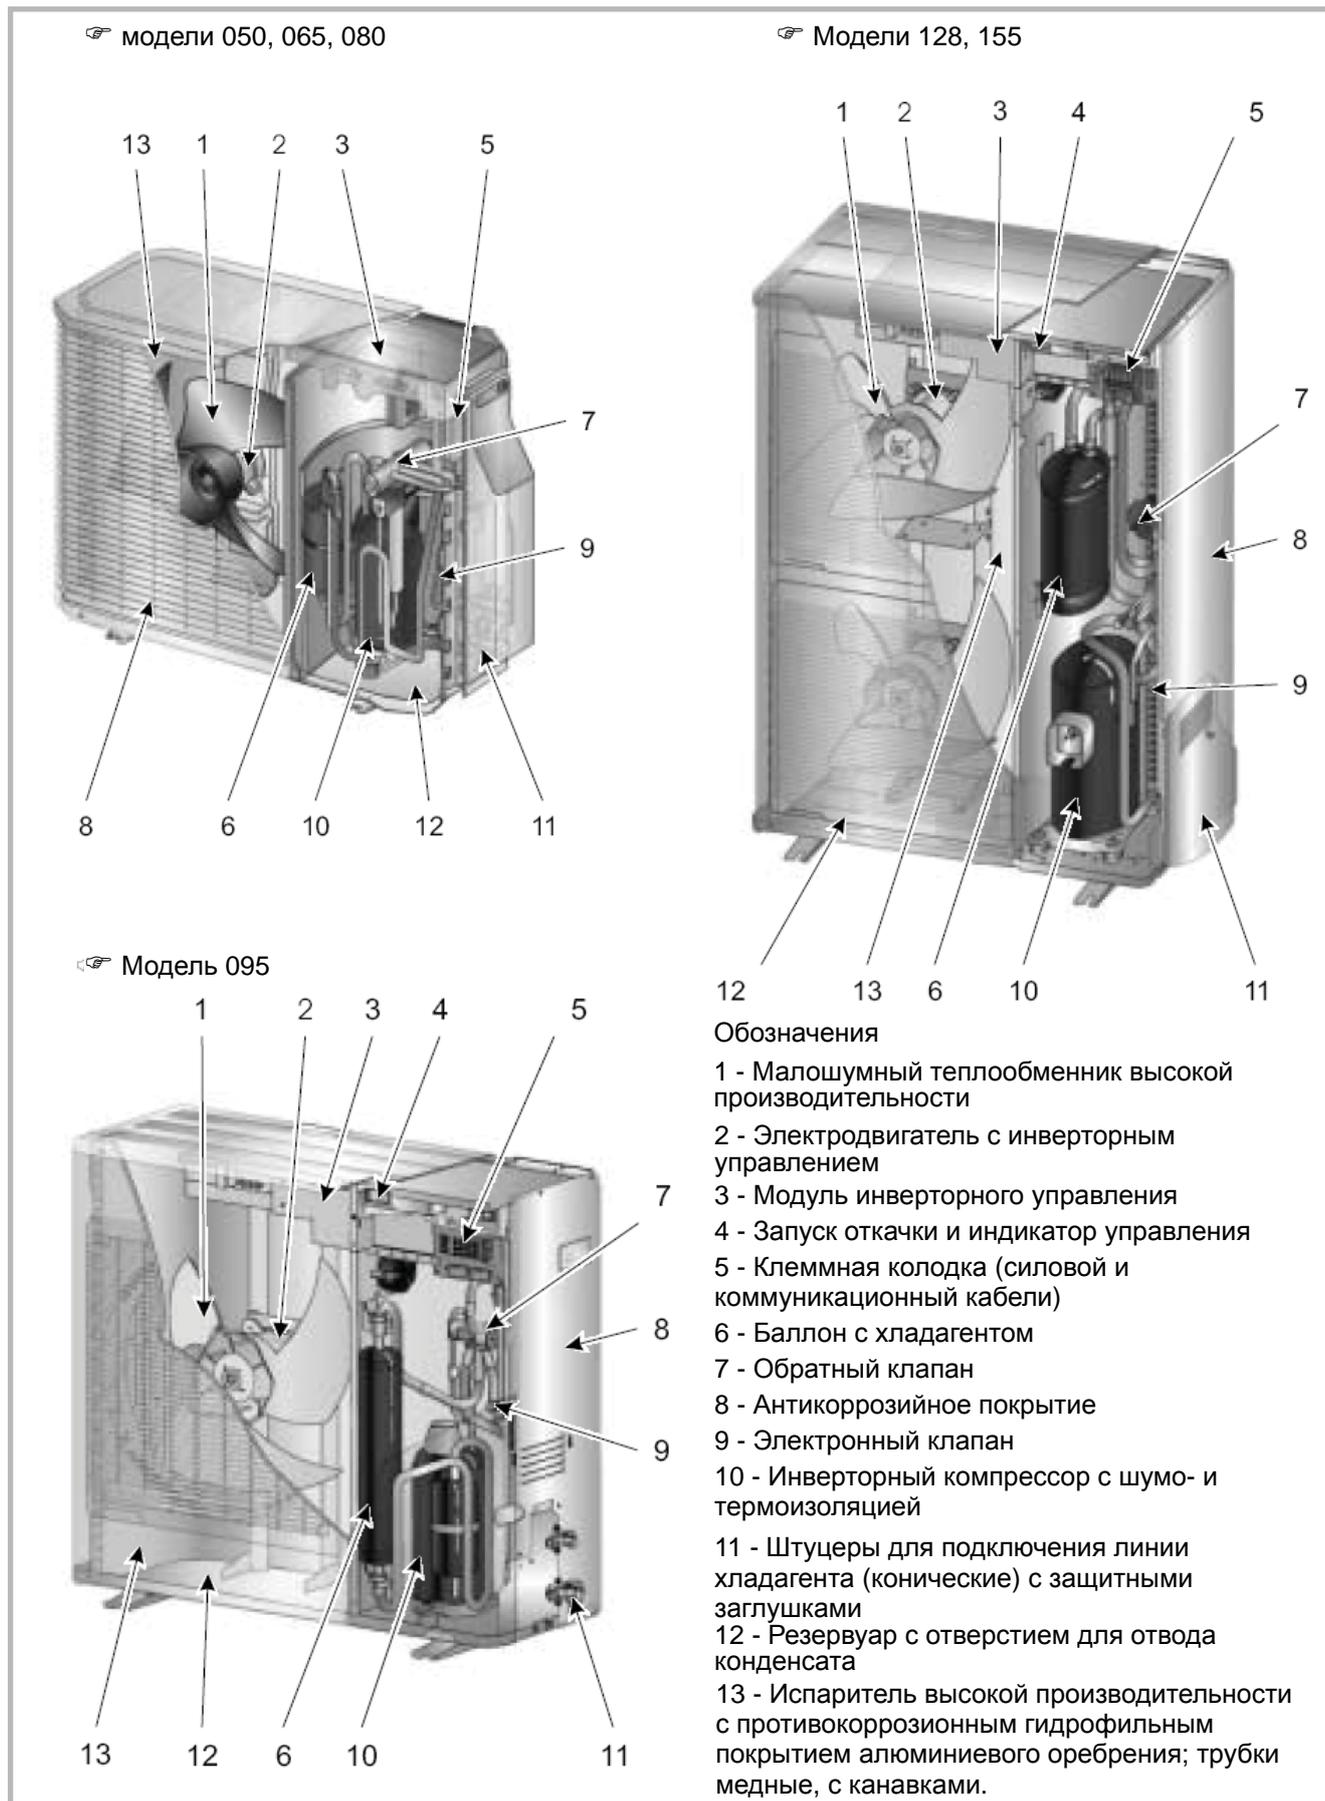

Рис. 7 – компоненты наружного блока
Тепловой насос передает тепловую энергию из окружающего воздуха в отапливаемое помещение. В состав теплового насоса входит 4 основных узла, по которым циркулирует хладагент (R410A). -Испаритель ( №13, рис. 7): энергия из наружного воздуха передается хладагенту. - Из-за низкой точки кипения хладагент
испаряется даже в холодную погоду (до  $-15^{\circ}\text{C}$  наружного воздуха). -Компрессор ( №10, рис. 7): Хладагент в газообразной форме доводится до высокого давления.
- Расширительный клапан ( №9, рис. 7): Давление сжиженного хладагента понижается; возвращается исходная температура и давление.